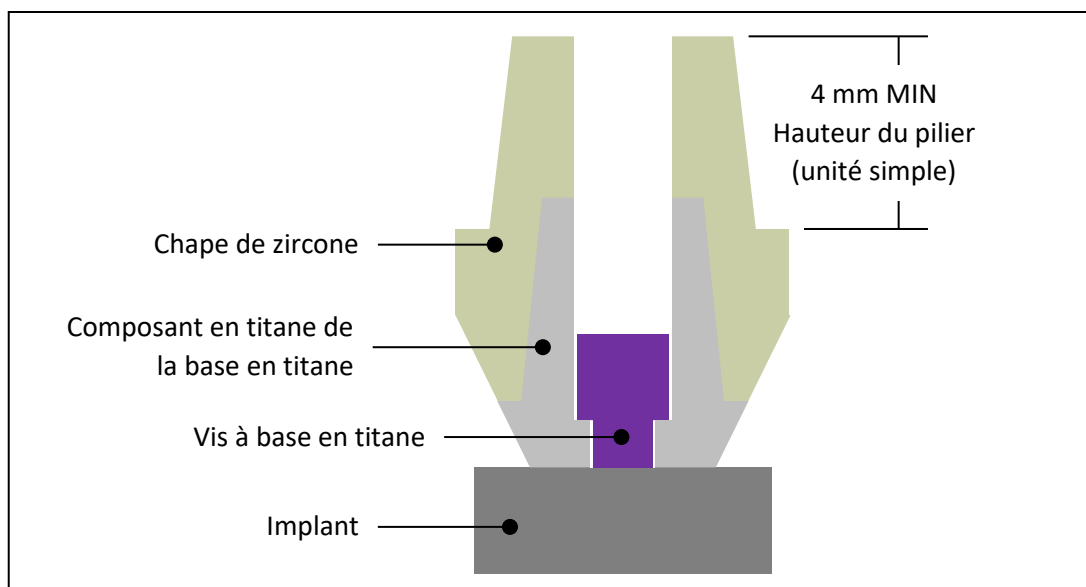

Figure 3 – Limites de conception de la superstructure en zircone.
- Hauteur du pilier $\geq 4,0$ mm (voir la Figure 3)